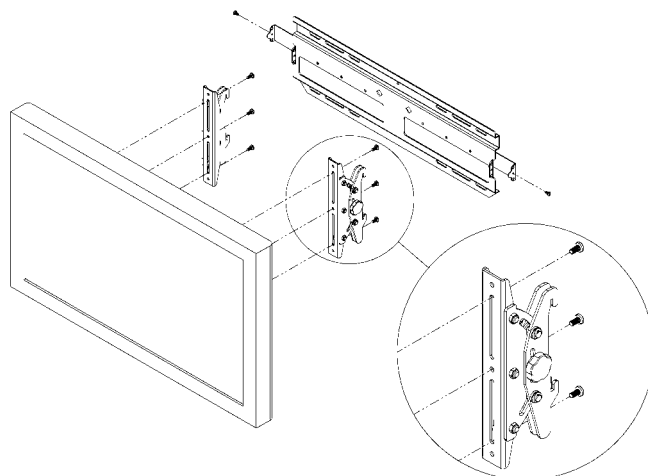

Figura 2. Installare le staffe sul display
1. Collocare le staffe d'interfaccia (20 e 30) sul retro del display, allineando i fori con gli inserti di montaggio. Vedere la figura 2.
2. Assicurare i gruppi delle staffe sinistra e destra (20 e 30) al display mediante le viti (40).